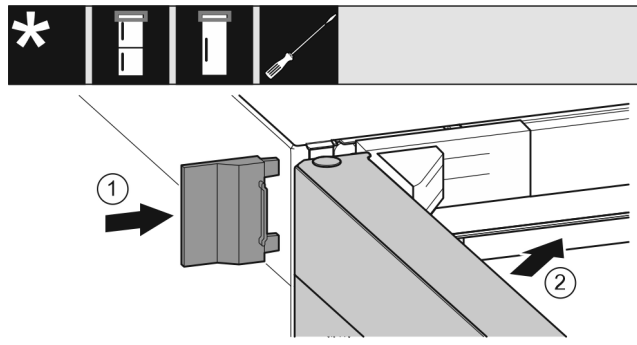

Fig. 25
- ▶ Tolja fel a külső fedelet Fig. 25 (1).
- ▶ Csupja be a felső ajtót Fig. 25 (2).